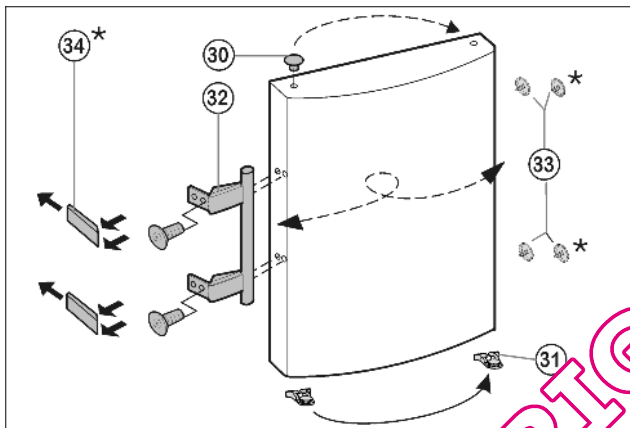

Fig. 8
- ▶ Enlever le bouchon Fig. 8 (33) du coussinet de la porte et le mettre de l'autre côté.
- ▶ Démontez la poignée de porte Fig. 8 (32), le bouchon Fig. 8 (33) et les plaques d'appui Fig. 8 (34) puis les repositionner sur le côté opposé.